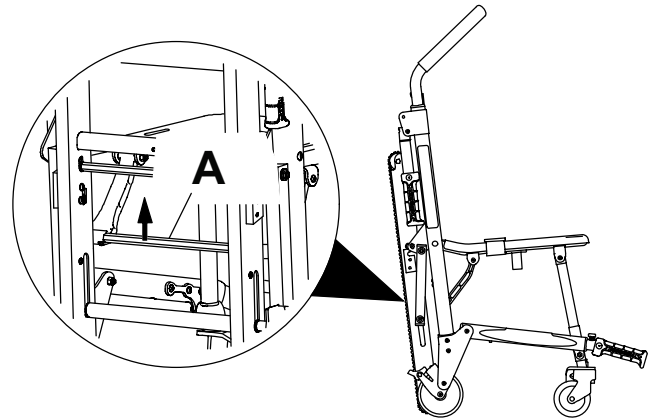

Figura 2 – Plegado de la silla
4. Tire hacia arriba de la barra de bloqueo del pliegue (roja) de la silla (A) situada en la parte posterior de la silla (Figura 2).